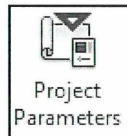

Fig. 13.18.
- Klik *Manage - Project Parameters* (Fig. 13.18).